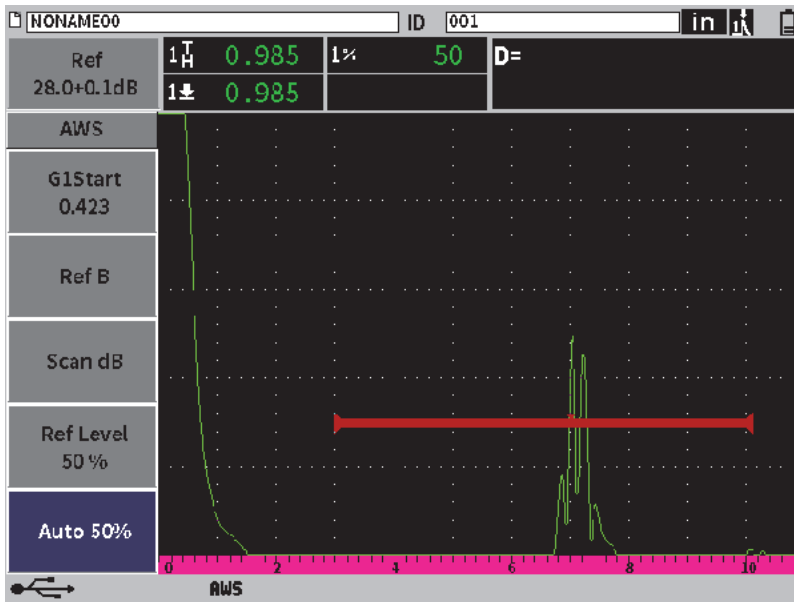

Abbildung 11-25 Aktivierter AWS-Modus mit einer Ref. Höhe von 50 %
8. Drücken Sie Tab, um **Auto XX%** (Standardwert beträgt 50 %) hervorzuheben und drücken Sie dann Enter (siehe Abbildung 11-25 auf Seite 210).